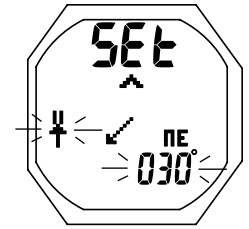

Fig. 151 – RÉGLAGE DU CAP DE RÉFÉRENCE
- S (< 2 sec) pour ajouter l'indication SEt à l'affichage avec l'icône du mode Reference et les chiffres du cap qui clignotent (fig. 151)